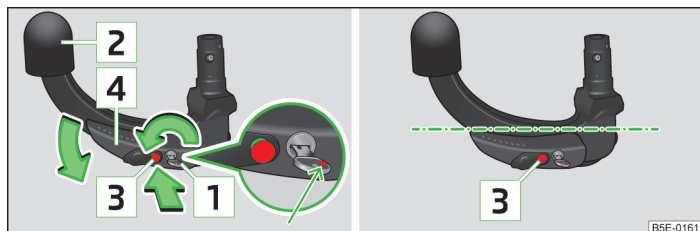

Fig. 138 Ajustar la posición de reserva / posición de reserva
- Girar la llave **1** de modo que su marca roja » fig. 138 sea visible.